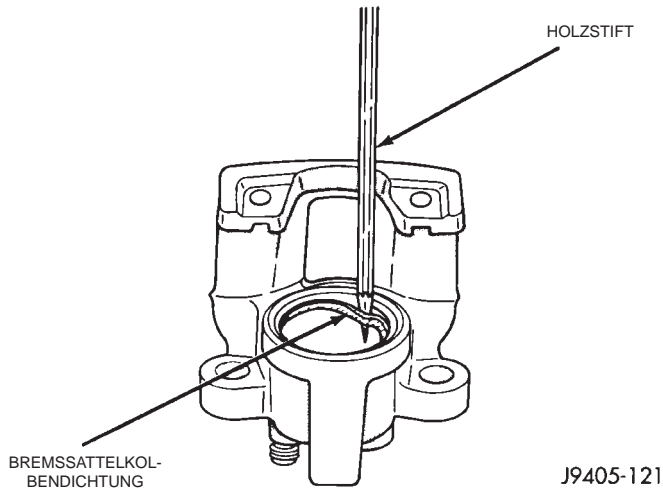

Abb. 79 Bremssattelkolbendichtung
(6) Die Bremssattelkolbendichtung mit einem Holzstift oder einem Kunststoffwerkzeug herauslösen und entsorgen (Abb. 79). Keine Metallwerkzeuge verwenden, da sonst die Kolbenbohrung verkratzt wird.